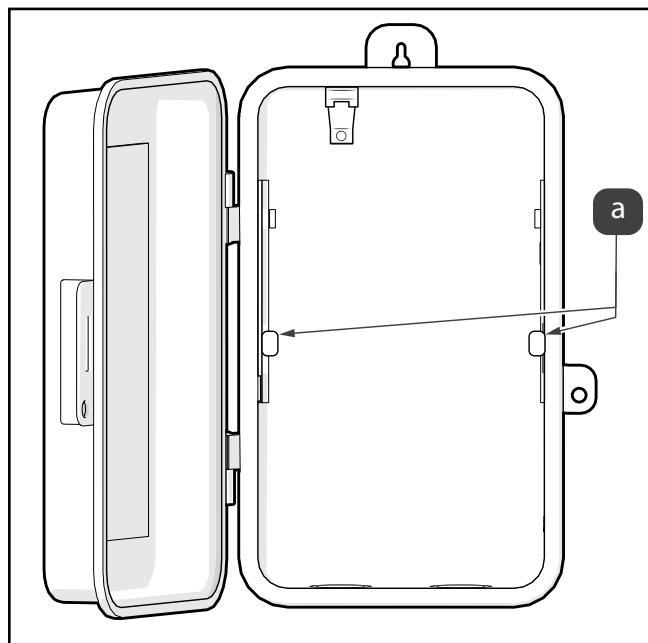

Figure 10. Emplacement des languettes de retenue Intermatic®
4. Abaissez le châssis de l'AquaLink TCX afin de l'enclencher dans le boîtier Intermatic® vide, glissez-le sous les languettes de retenue, reportez-vous à la Figure 10 (a)